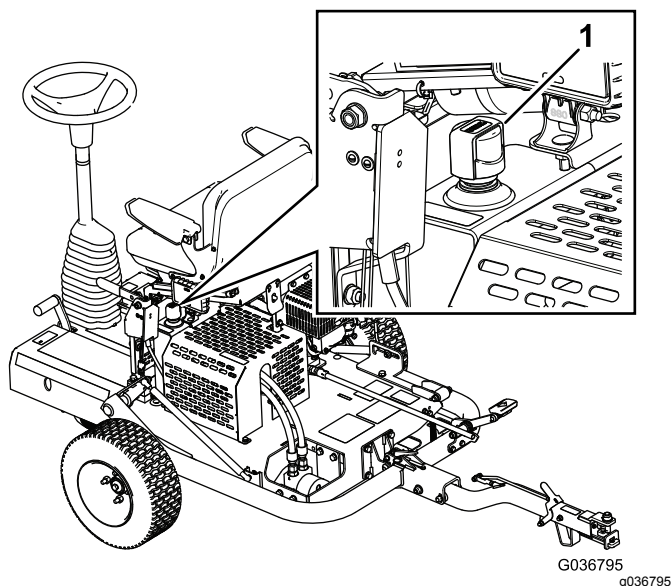

Figura 20
- Retire a tampa do depósito hidráulico e verifique o nível de fluido na vareta (**Figura 20**).